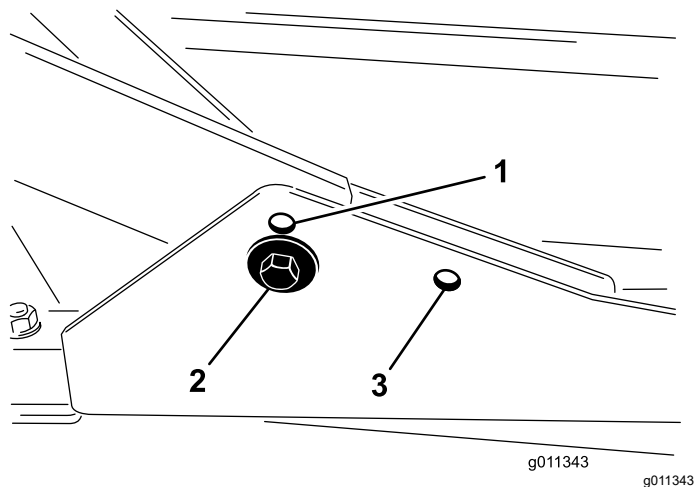

Figura 7
- Para alturas de corte entre 2 y 7,6 cm, los bastidores de tiro delanteros deben montarse en los taladros de montaje delanteros inferiores (Figura 7).
- Para alturas de corte entre 6,3 y 10 cm, los bastidores de tiro delanteros deben montarse en los taladros de montaje delanteros superiores (Figura 7).
Para todas las alturas de corte, la unidad de corte trasera debe montarse en los taladros de montaje traseros (Figura 7).